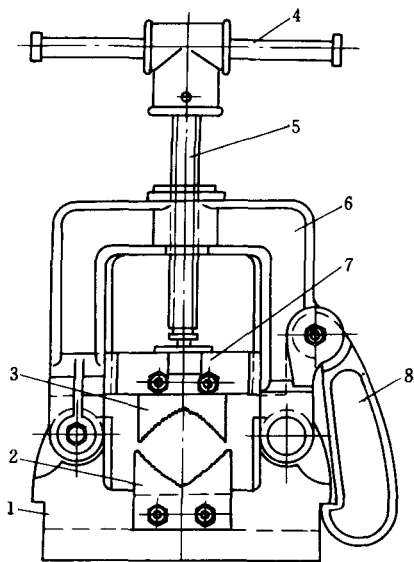

图 0-4 龙门式的管子虎钳
- ① 砂轮的旋转方向应正确（如图中箭头所示），使磨屑和火花向下方飞离砂轮；
- ② 启动电源后，待砂轮转速达到正常后，再进行磨削；
- ③ 磨削时要防止刀具或工件对砂轮发生剧烈的撞击或施加过大的压力。砂轮表面跳动严重时要停止使用，应及时用修整器修整；
- ④ 砂轮机的搁架与砂轮间的距离一般应保持在 3mm 以内，否则容易造成磨削件被轧入的事故；
- ⑤ 操作者不准站在砂轮的正对面，要站在砂轮的侧面或斜侧位置。磨削时，操作者应戴上防护镜，以免磨屑伤害眼睛；
- ⑥ 不可用棉纱裹住工件或戴手套进行磨削，以免棉纱或手套卷入砂轮内而发生事故。
(4) 钻床 用来对工件进行各类圆孔加工的设备。有台式钻床、立式钻床和摇臂钻床等（在本书课题五钻孔中作详细介绍）。
(5) 管子虎钳（图 0-4） 管子虎钳也称压力钳，在管子加工过程中用来夹紧管子以便于加工的装置。其工作原理是打开弯钩 8，将龙门架 6 抬起，把管子放置到下虎牙 2 和上虎牙 3 之间，管子伸出虎牙外的长度，要随工作情况而定。然后放下龙门架，使弯钩 8 钩住底座 1，要拧紧手柄 4，通过丝杠 5 压紧滑动块 7，将管子夹紧进行加工。